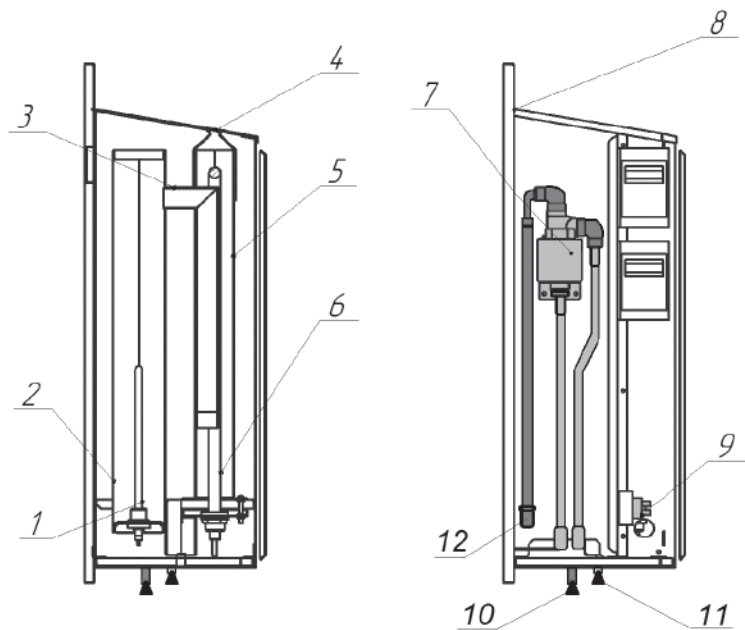
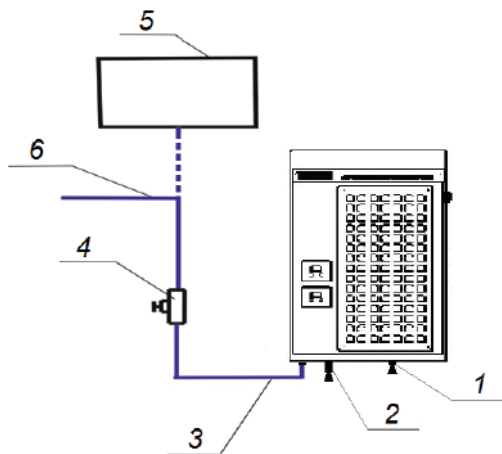

Рис. 2. Внешний вид электропечи 3/220 ; 5/ 220 в разрезе
Рис. 5
Рядом с теплоизолированной ёмкостью для воды (поз. 2, рис. 2) проходит вертикальный короб (поз. 5, рис. 2), внутри которого установлен ТЭН (поз. 6, рис. 2). Нагрев воды до состояния кипения происходит за счет нагрева ТЭНа (поз. 1, рис. 2) расположенного в ёмкости для воды. Внутри короба (поз. 5, рис. 2) имеются паропроводящие каналы (поз.3, рис. 2), по которым пар подается в нижнюю часть короба, где смешивается с воздухом, поступающим в короб снизу. За счет конвективных потоков паровоздушная смесь устремляется вверх, нагреваясь максимально до температуры 300-330 °С и выбрасывается в помещение через форсунку (поз. 4, рис. 2). Заполнение емкости и ее дальнейшее пополнение водой осуществляется в автоматическом режиме через клапан с встроенным в него вводным фильтром (поз. 7, рис. 2).
ЭГПП и ПУ соединяются термостойким кабелем соответствующего сечения, через контактные винтовые зажимы, расположенные в ПУ и ЭГПП (поз. 9, рис. 2).
1.4.7 Обеспечение ЭГПП водой осуществляется от внешней системы водоснабжения. Подача воды осуществляется через заливной шланг (поз. 12, рис. 2; поз. 3, рис. 5) и шаровой клапан (поз. 7, рис. 2), слив – через металлическую трубку с силиконовым шлангом, идущим в комплекте, и силиконовой пробкой (поз. 10, рис. 2; поз. 2, рис. 5). Металлическая трубка с силиконовой пробкой (поз. 11, рис. 2; поз. 1, рис. 5) используется для слива конденсата из конденсаторного бачка.
2.1.2.5 Подключить ЭГПП с помощью гибкого шланга (поз. 3, рис. 5) к водопроводной сети (поз. 6, рис. 5) или накопительному баку (поз. 5, рис. 5) расположенному в смежном помещении. Рекомендуется устанавливать накопительный бак на высоте не менее 1 м от верха ЭГПП. Перед ЭГПП следует установить запорный кран (поз. 4, рис. 5). Для предотвращения образования известковых отложений, значение жесткости воды должно находиться в диапазоне от 0,5° до 5 °F. Рекомендуется использование специальной установки – деминерализатора (с обратным осмосом).
2.2.2.1 Закрывать пробку слива воды (поз.10, рис. 2) и пробку слива конденсата (поз. 11, рис. 2), открыть заливной кран (поз. 4, рис. 5)
2.2.2.4 Интенсивность кипения воды в баке парогенератора и температура нагрева паровоздушной смеси регулируются с помощью кнопок индикаторов «STEAM» и «WATER». Индикаторы указывают процентное отношение включенной мощности от 0% до 100%. Пользуясь кнопками индикаторов установите в процессе сеанса комфортный для вас температурно- влажностный режим в помещении. При низких температурах паровоздушной смеси, т.е. при низких показаниях на «STEAM», возможно образование конденсата, который будет собираться в конденсатосборном бачке, емкостью 300 мл. При его переполнении, что происходит крайне редко, (появление капель на дне ЭГПП) необходимо вынуть силиконовую пробку (поз. 1, рис. 5) и слить конденсат в подготовленную емкость.